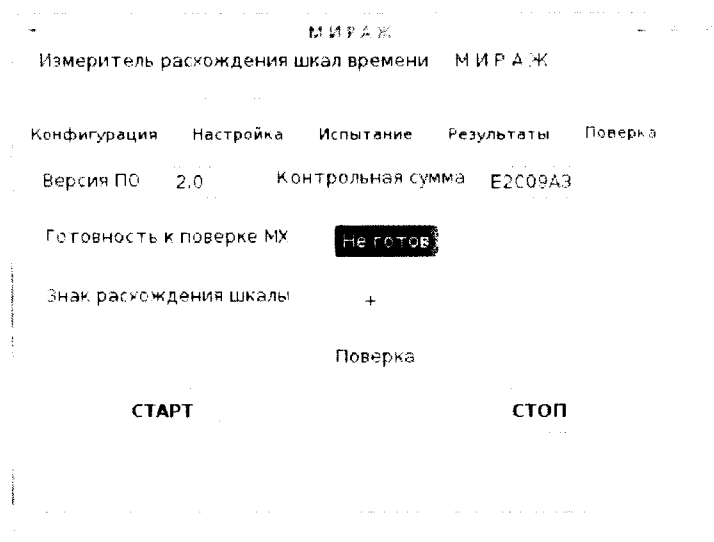

Рисунок 4 - Вкладка **Поверка**
- в открывшемся окне выбрать вкладку **Поверка**, после чего на экране отобразится диалоговое окно подпрограммы проверки метрологических характеристик рисунок 4;